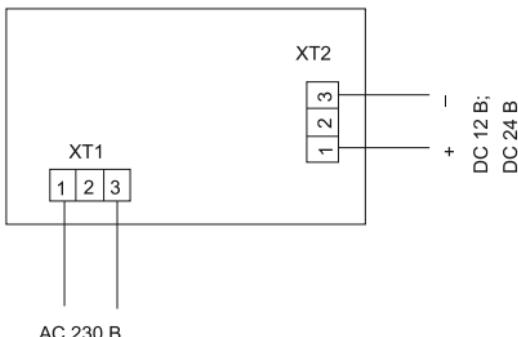

Рисунок 3
5.4.5 Подключение светильника ДПА 5032-3, ДПА 5043-3 к питающей сети переменного тока 230 В производить к контактам клеммной колодки XT1 (рисунок 3), расположенной на плате управления, согласно маркировке: (L) фазный проводник, (N) нейтральный проводник сети.